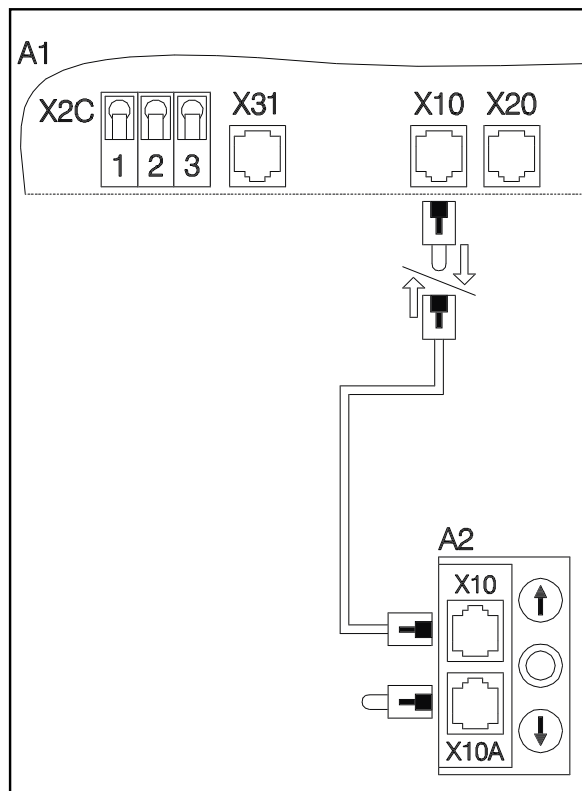

Fig. 4: Conexión del teclado de lámina
- Conecte el teclado de lámina al mando según indica fig. 4.